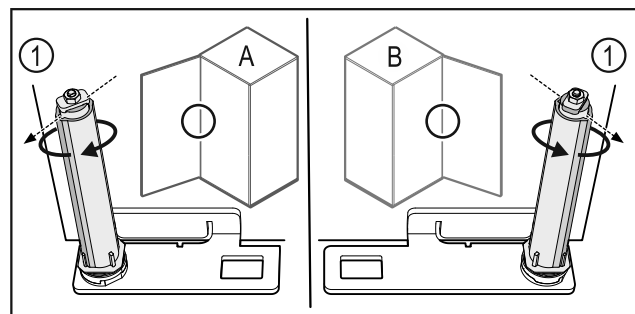

Fig. 55 Battuta a sinistra (A) / battuta a destra (B)
- ▶ Ruotare il sistema di chiusura contro la resistenza fino a quando la sporgenza del sistema di chiusura Fig. 55 (1) non è rivolta verso l'esterno.